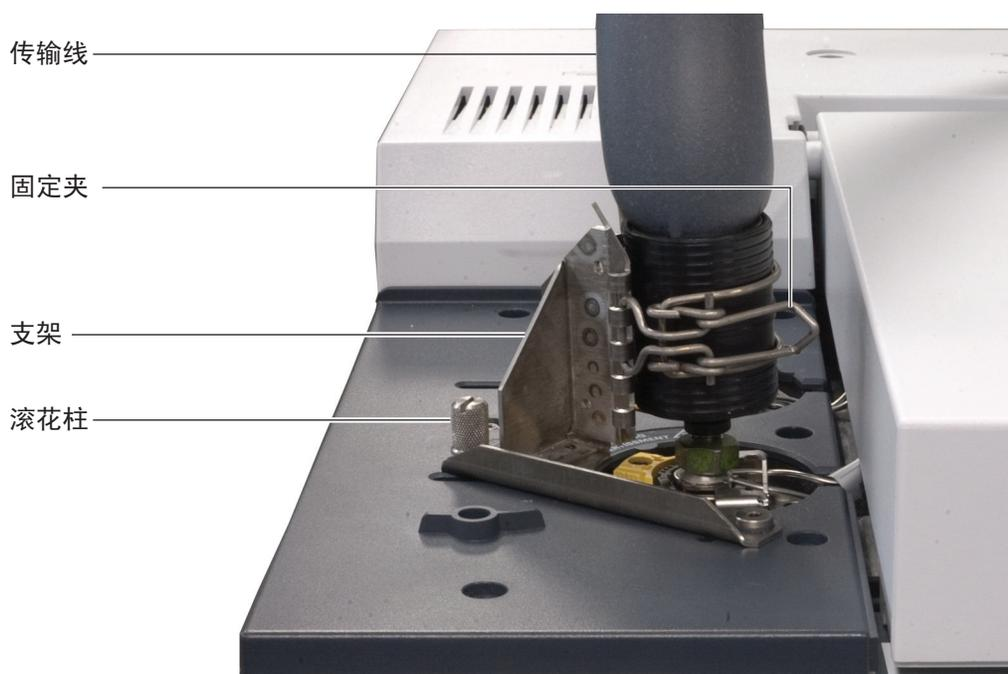

图 7 安装到 7890A 进样口中的传输线
- 19 将固定夹装到支架上。调整固定夹位置，使其将传输线支撑在 GC 上方尽可能高的位置，如 图 7 所示。